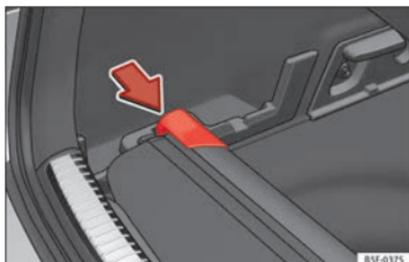

Fig. 165 Nel bagagliaio: Alloggiamento per la riposizione del pianale portaoggetti
- Spingere la testa del pianale portaoggetti nel senso della freccia fino a fissarla nell'apposito alloggiamento » **fig. 165**.